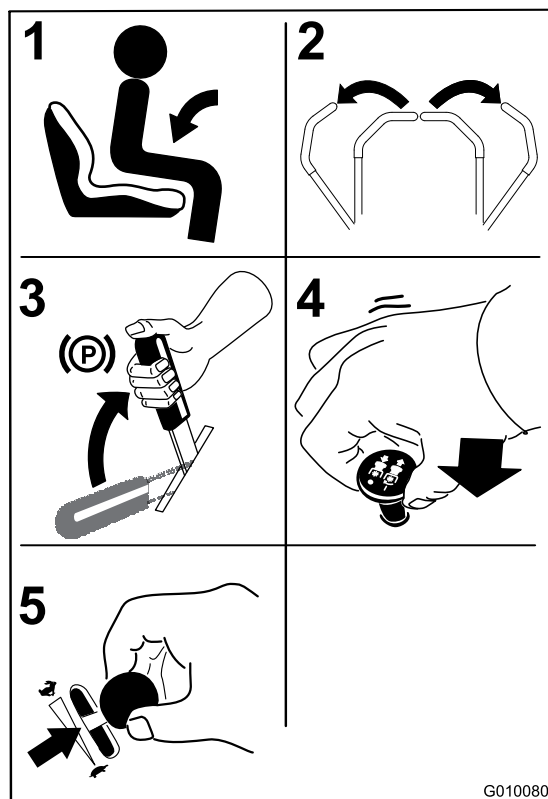

Figura 16
1. Sedetevi sul sedile (Figura 16).
2. Spostate le leve di controllo del movimento verso l'esterno, in posizione di blocco in folle (Figura 16).
3. Inserite il freno di stazionamento (Figura 16); vedere Impostazione del freno di stazionamento.
4. Spostate il comando delle lame (PDF) in posizione Off (Figura 16).